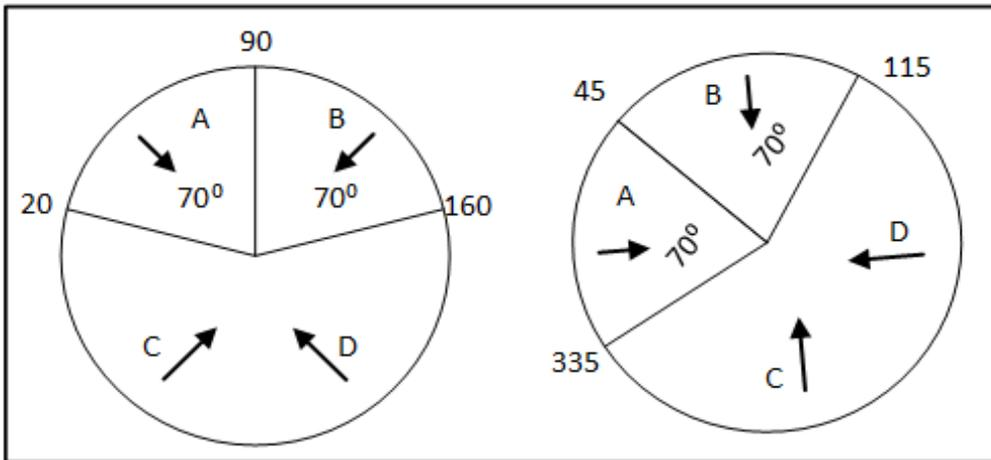

Figura 7: Definizione del sensore di direzione del vento (7.19)
- Il numero inserito qui definisce l'area (il numero inserito  $\pm 20^\circ$ ) (Figura 7).
Il numero inserito qui definisce l'area su entrambi i lati del sensore! Figura 7 illustra un pollaio con quattro sensori del flusso d'aria. Il parametro Direzione del Vento del sensore 1 è definito come 45° o **90° totale**. I venti che entrano in quest'area (A) sono usati per la Programmazione Naturale. La centralina ignora i venti al di fuori di quest'area (B & C).